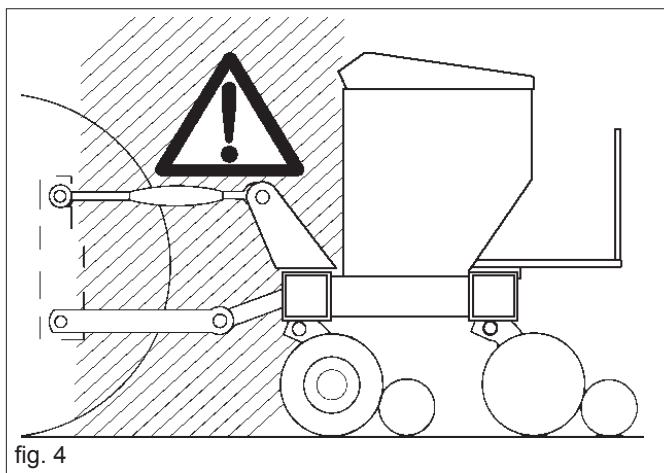

fig. 4
- 23) Es ist strengstens verboten zwischen den Schlepper und den Anschluß zu treten, um die Hubsteuerung von aussen zu betätigen (Abb. 4).
- 24) Es ist strengstens verboten, bei laufendem Motor und Gerät zu treten (Abb. 4), ohne zuvor die Feststellbremse gezogen und einen Bremskeil unter die Räder gelegt zu haben.